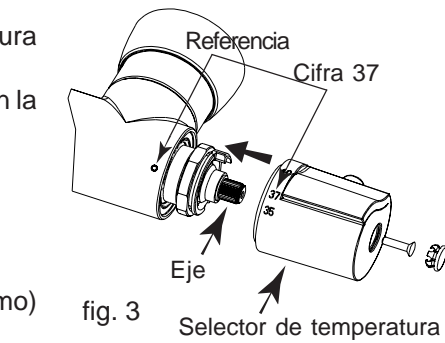

fig. 3
- Volver a montar el selector de temperatura (sin girar el eje) alineando la cifra 37 con la referencia de nivel (ver fig. 3), fijar el conjunto con la ayuda de un tornillo.